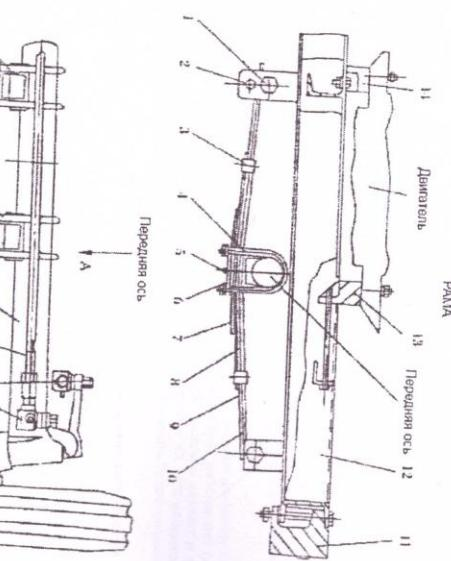

Рис. 3.19. Рама и передняя ось (с передними грузами и передним балластом).
1. СТАЛЬНАЯ РАМА БЕЗ ПЕРЕДНЕГО ФИКСАТОРА: (РИС. 3.19)
2. СТАЛЬНАЯ РАМА С ПЕРЕДНИМ ГРУЗОМ: (РИС. 3.19).
Переднюю ось соединено с рессорой U-образной болтами 4 и фиксирующей пластиной, рессоры соединены с рамой рессорным валом 14 шкворнем вала 2. Рис. 3.19. отображает переднюю ось с передним грузом, который соединен с составной шарнирной рамкой.